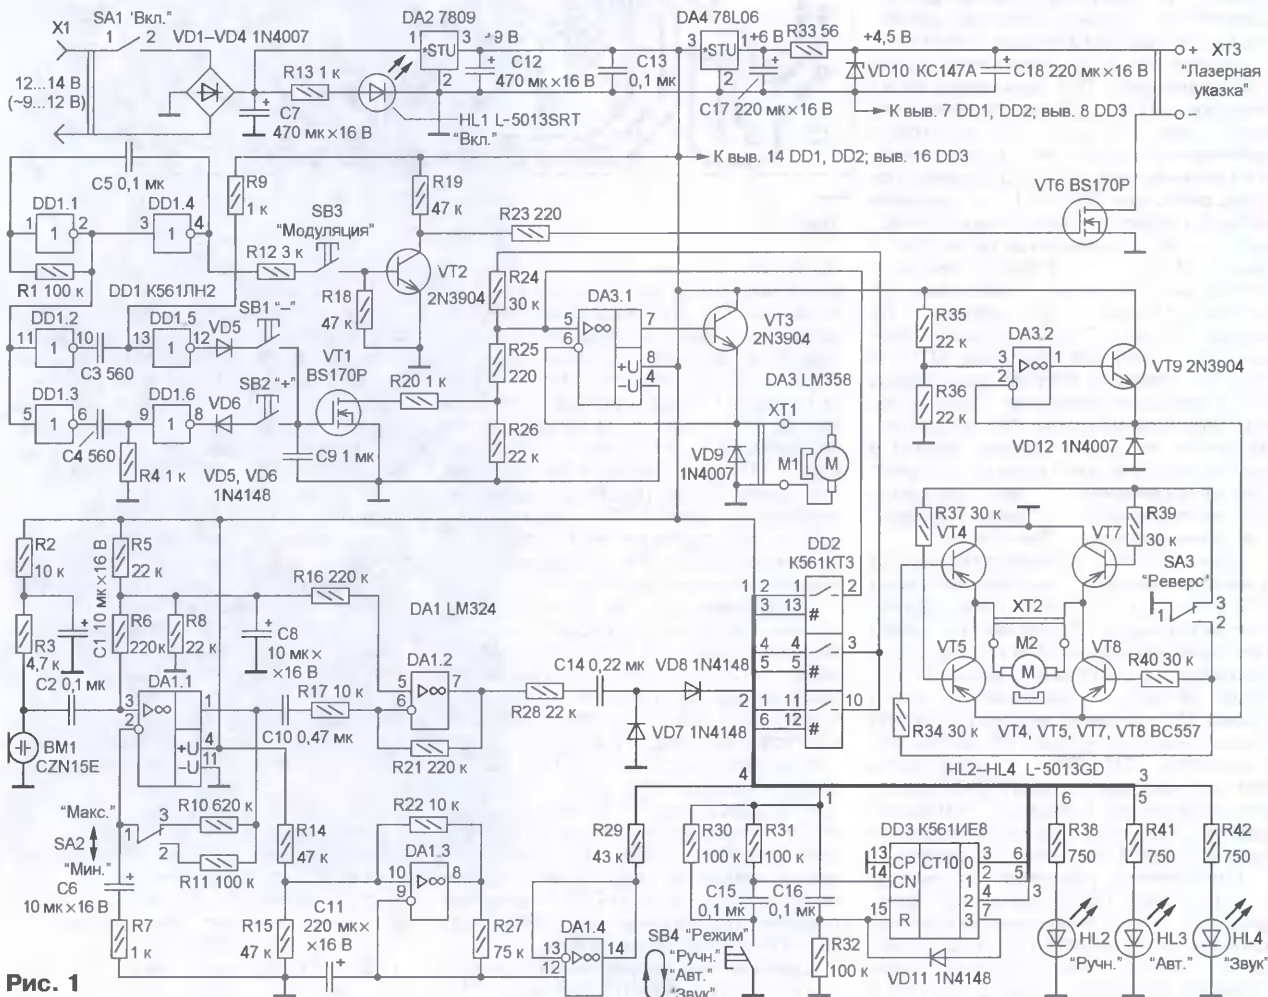

Рис. 1
**Принципиальная схема** лазерного проектора изображена на рис. 1. Он содержит следующие узлы: микрофонный усилитель (DA1.1, DA1.2), генератор импульсов (DD1.1, DD1.4), регулятор частоты вращения вала электродвигателя M1 с ручным управлением (DD1.2, DD1.3, DD1.5, DD1.6, VT1, SB1, SB2), электронный переключатель режимов работы проектора (DD2, DD3), генератор пилообразного напряжения (DA1.3, DA1.4), модулятор луча лазерной указки (VT2, VT6), стабилизаторы частоты вращения электродвигателей M1 и M2 (DA3.1, VT3 и DA3.2, VT9), реверсор двигателя M2 (VT4, VT5, VT7, VT8), стабилизаторы напряжения устройства (DA2) и лазерной указки (DA4, VD10) и диодный мост VD1—VD4.